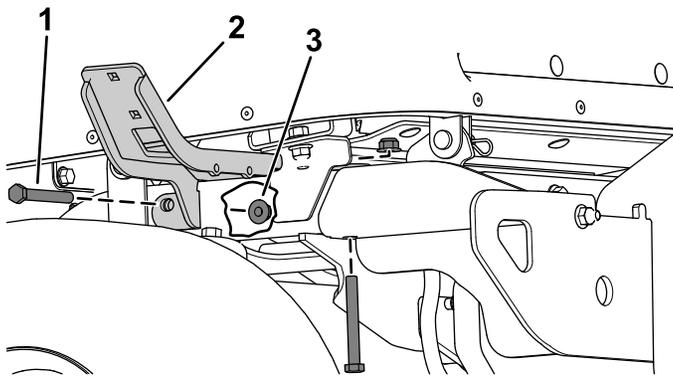

Figura 22
2. Fije el bastidor izquierdo y el bastidor derecho a los tubos del bastidor trasero con 2 pernos de cabeza hexagonal ($\frac{3}{8}$ " x 2- $\frac{3}{4}$ ") y 2 contratuercas ($\frac{3}{8}$ ") a cada lado (Figura 22).